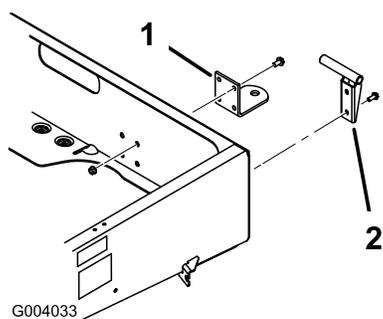

Figura 8
2. Allineate l'attacco di traino ai fori di montaggio sul telaio. Fissate l'attacco di traino con le viti e i dadi (Figura 8).
2. Montate la staffa orientabile sinistra nell'angolo posteriore sinistro del telaio, usando due vite a testa flangiata (3/8 x 1 pollice). Serrare le viti ad una coppia di 22 Nm. Collocate la staffa come illustrato nella Figura 8.